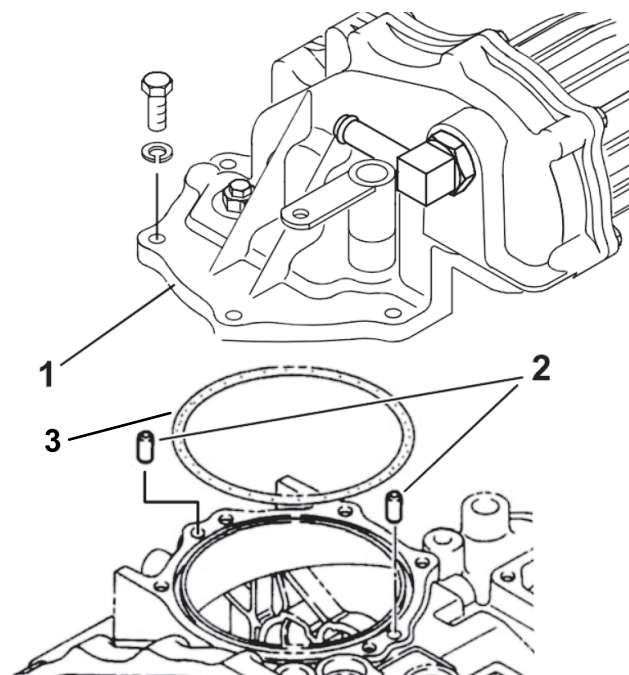

Рисунок 19
1. Вставьте 2 установочных штифта в отверстия ведущего моста, расположенные в местах, показанных на Рисунок 19.
2. Используйте большое уплотнительное кольцо, крепежные болты, стопорные шайбы и гайку, которые вы сняли с плоской крышки ведущего моста, установите механизм отбора мощности в сборе на ведущий мост (Рисунок 19).